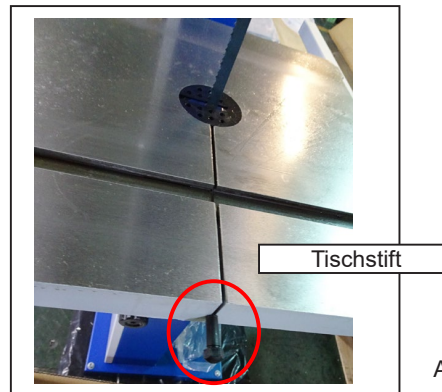

Abbildung 1
1. Führen Sie den Stift in die Nut des Tisches ein. (siehe Abbildung 1)